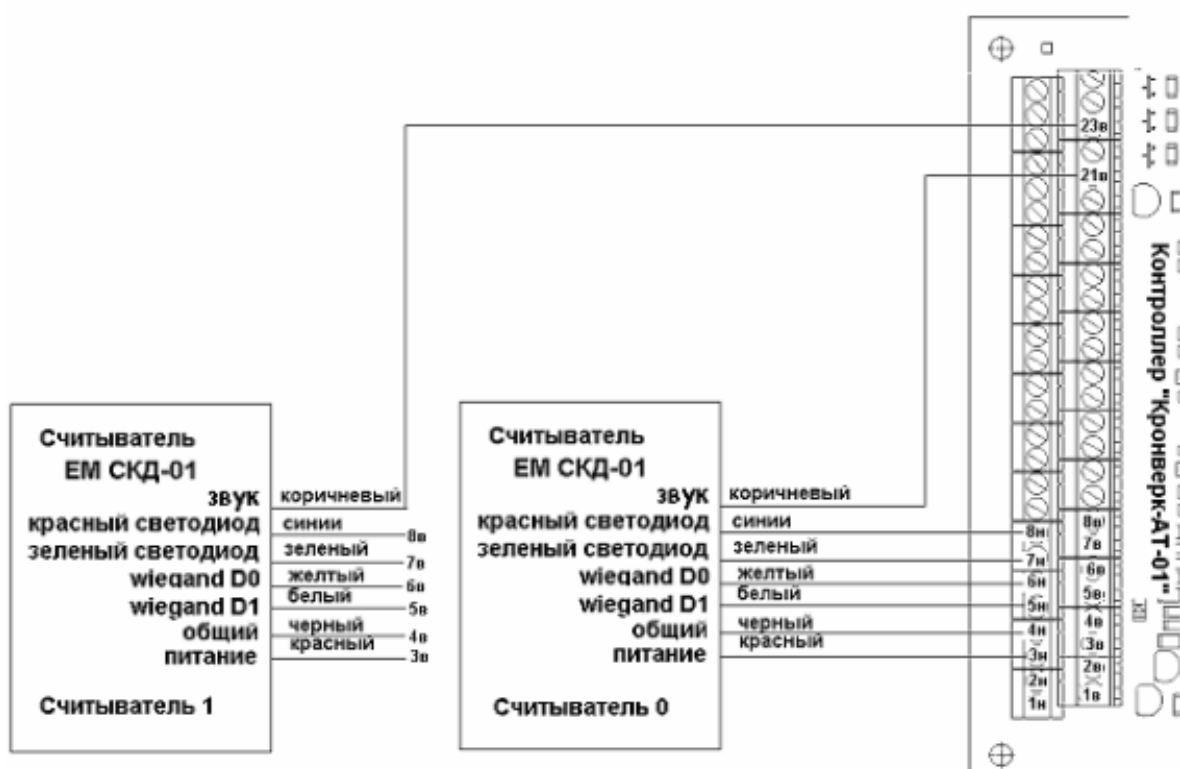

Рис.4. Подключение считывателей с Wiegand-интерфейсом.
- Подавляющее большинство считывателей используют для подключения кабеля CQR-8 или RAMCRO-8. Схема подключения считывателей приведена на рис.4.